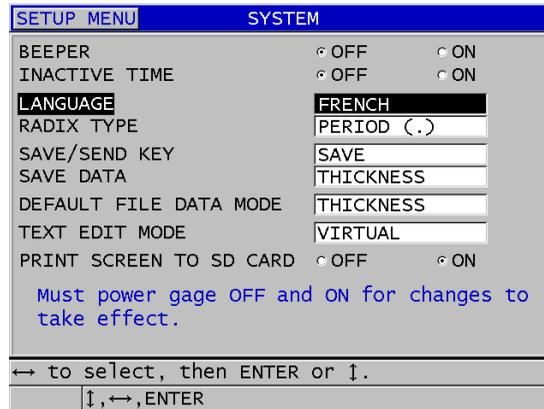

Abbildung 4-1 Ändern der Sprache der Bedienerführung
3. Führen Sie im Fenster **SYSTEM** (siehe Abbildung 4-1 auf Seite 62) Folgendes aus: